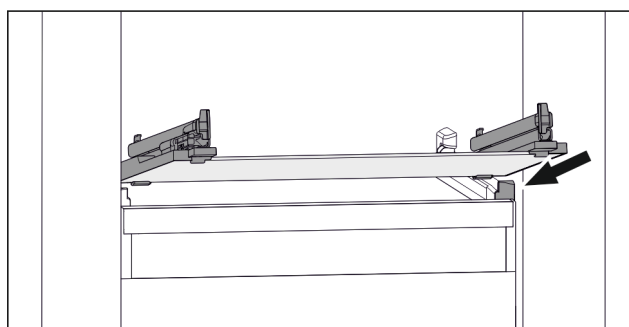

Fig. 119 Príklad zobrazenia sklenenej dosky
- ▶ Nasadíte sklenenú dosku šikmo za zarážkami. (pozri Fig. 119)